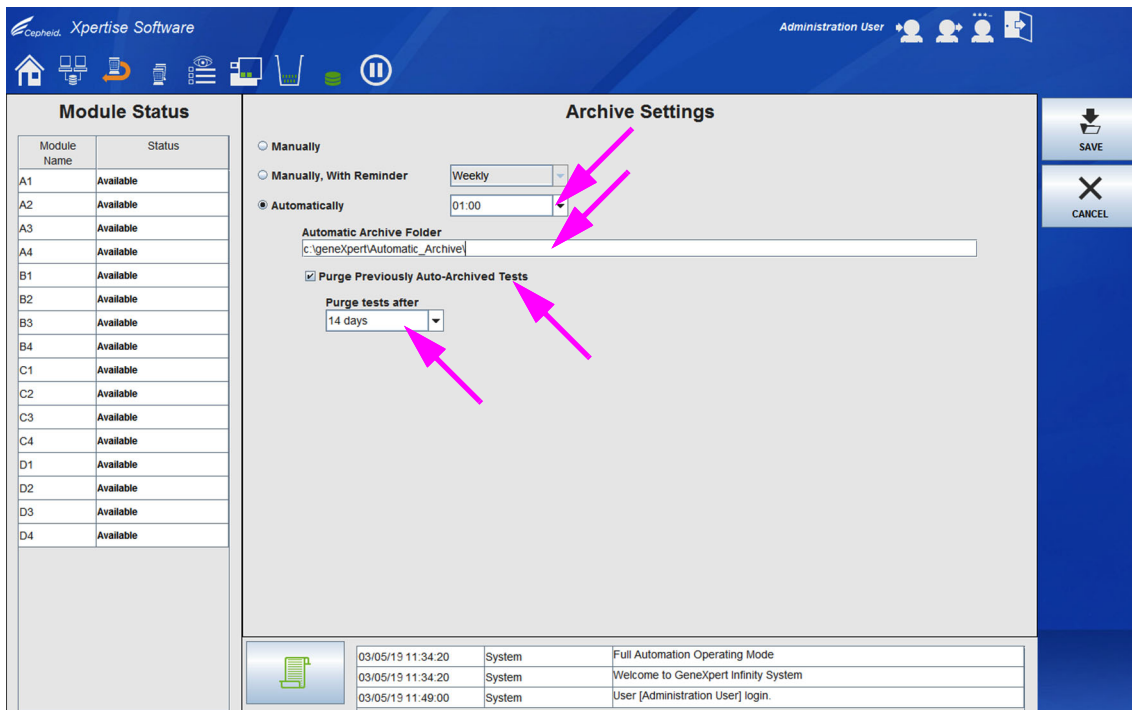

図 2-30. 自動アーカイブ設定
- 自動 (Automatically)** – このオプションを選択すると、テスト結果は 1 日 1 回自動的にアーカイブされます。自動アーカイブの開始時刻は、ユーザが設定します。図 2-30 を参照。選択すると、どのユーザがログオンしているかに関係なく、設定された時間に自動アーカイブが実行されます。